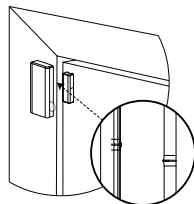

Figura 3: Device and magnet position on door and door frame
propia puerta o ventana, alineado de acuerdo con las marcas de ubicación. Ver a Figura 3.
- Atornille la base magnética a la puerta alineándola con el receptor. Ver a Figura 3. Ver más en Posiciones típicas del interruptor de láminas (reed switch)